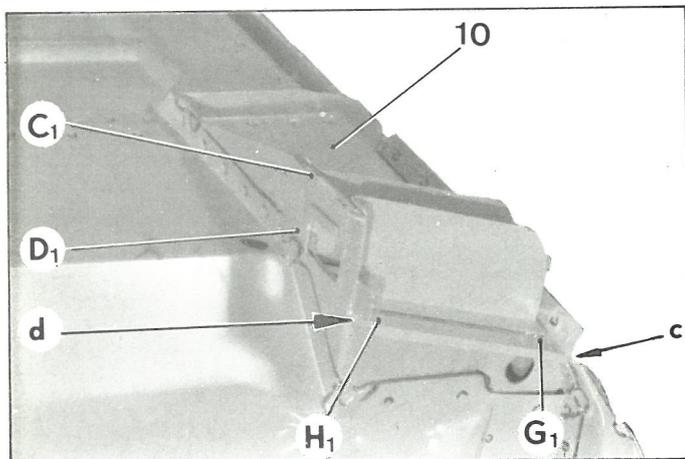

Fig. 12
Mettre en place les tôles de fermeture (10) (fig.12).
- en C₁ D₁ (fig. 12)
- en G₁ H₁ (fig. 12)
- en HI GI (fig. 12) (côté plancher)
- en c et d (fig. 12)